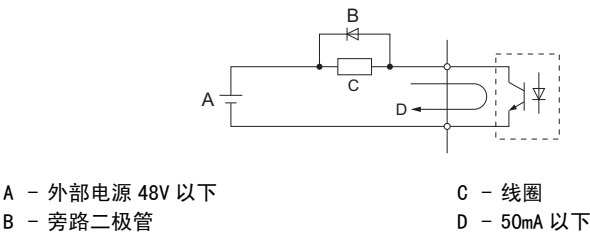

图 30 旁路二极管的连接
- <2> 驱动继电器线圈等电抗负载时，请务必如图 30 所示，插入旁路二极管。请选择额定值高于回路电压的旁路二极管。